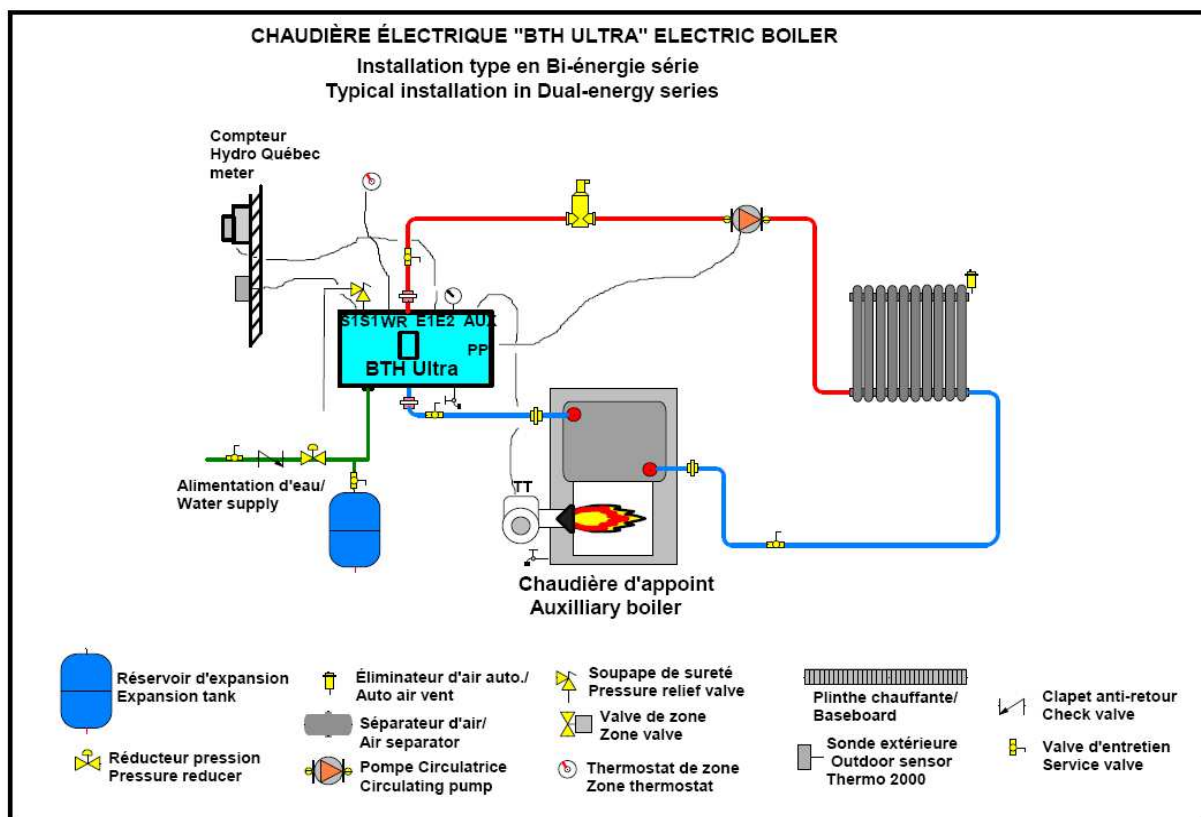

Figure 5
L'installation de la tuyauterie entre les deux chaudières peut se faire en série ou en parallèle tel qu'illustré aux figures 5&6.
- o Si l'installation est tel qu'illustrée à la fig.5 donc sans valve trois voies, Installer un câble à 2 conducteurs de calibre 18 entre les terminaux « **AUX** » de la chaudière BTH ULTRA et le **RW** du relais de combustion du brûleur de la chaudière auxiliaire. N.B. : La chaudière électrique fournit un contact sec d'une capacité de 2A à 24volts max. La température d'opération de la chaudière auxiliaire n'est pas contrôlée par le contrôleur de la chaudière électrique, elle doit être contrôlée par ses propres contrôles d'opération et de limite.